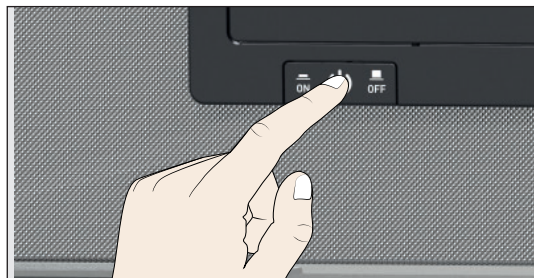

Рис. 25 Включение устройства
3. Включите VO, нажав главный выключатель на передней стороне устройства (Рис. 25).